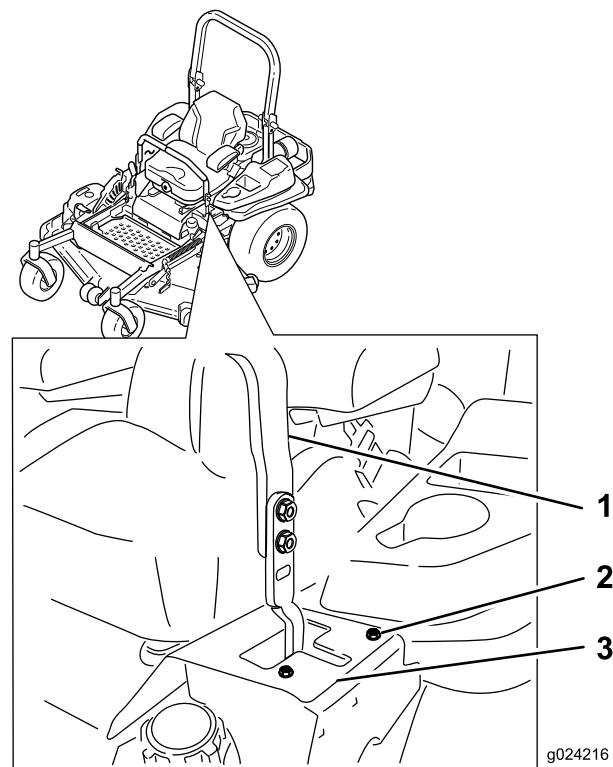

Figure 62
6. Si elle se déporte à droite, desserrez les boulons et déplacez la plaque de butée gauche en arrière sur la fente en T droite, jusqu'à ce que la machine se déplace en ligne droite (Figure 62).
7. Si elle se déporte à gauche, desserrez les boulons et déplacez la plaque de butée droite en arrière sur la fente en T droite, jusqu'à ce que la machine se déplace en ligne droite (Figure 62).
8. Serrez les boulons de la plaque (Figure 62).